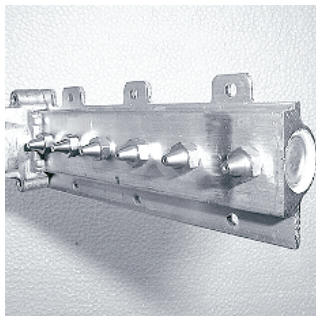

Fig. 1
12. Sostituire gli ugelli presso la rampa (Fig. 1).